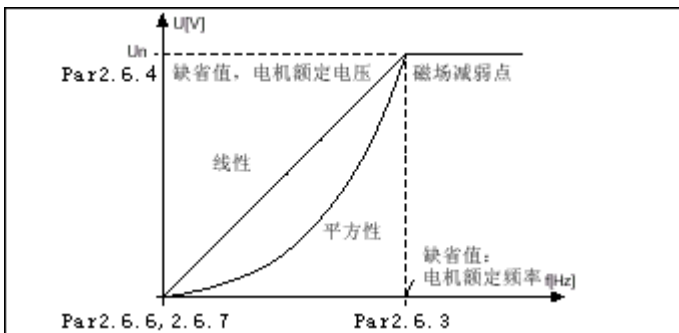

图 1-16. 电机电压的线性变化和平方变化
- 0 线性：在恒磁通范围内，电机电压随频率从 0Hz 到弱磁点（此时电机电压达到额定值）的增加而线性变化。线性 U/f 特性应用于恒转矩场合。见图 1-16。